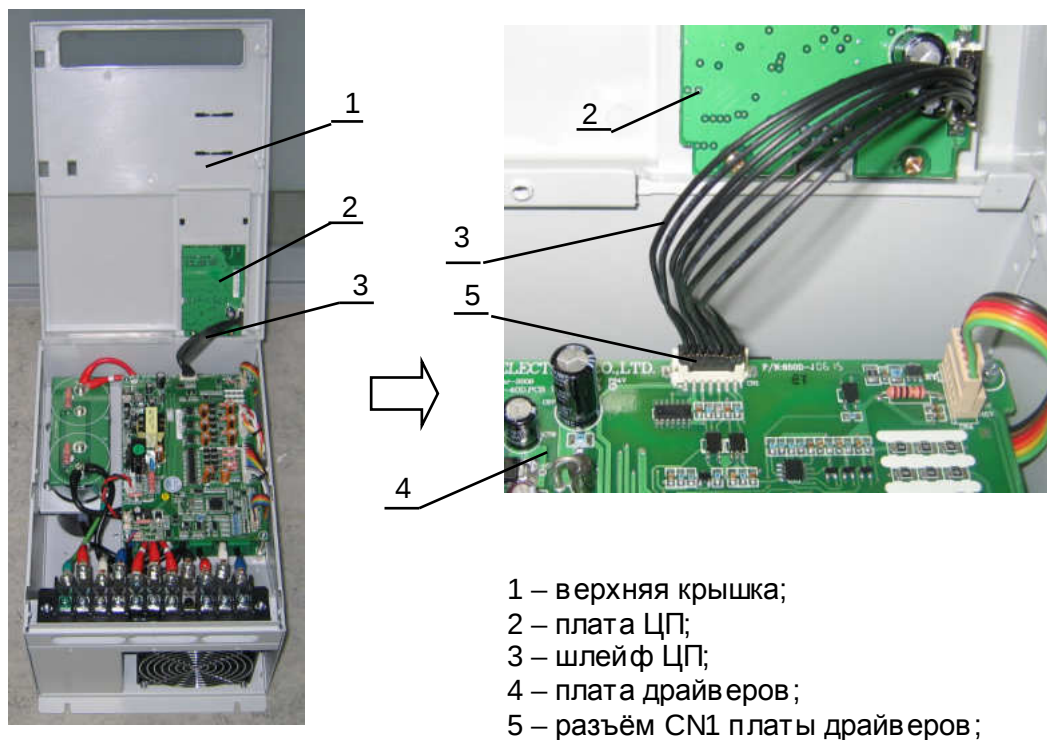

Рис. 6.3
- 6.1.3. Поднять верхнюю крышку со стороны силовой клеммной колодки (рис.6.3). Отсоединить разъем **шлейфа ЦП** (3) от **разъёма CN1** (5) **платы драйверов** (4) (рис.6.3). Положить её в тару для составных частей.